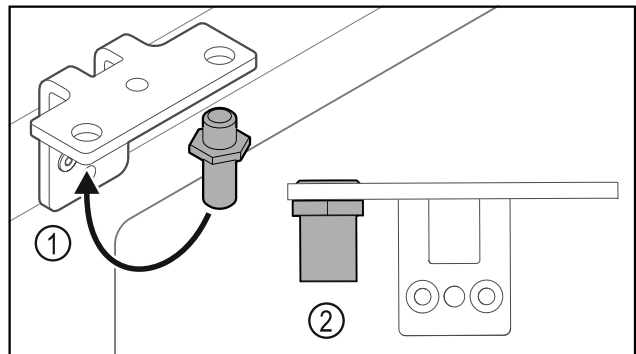

Fig. 25
- Μεταφέρετε τον πείρο Fig. 25 (1) στη γωνία μεντεσέ.
- Σφίξτε τον πείρο Fig. 25 (2) με **ροπή 12 Nm**.